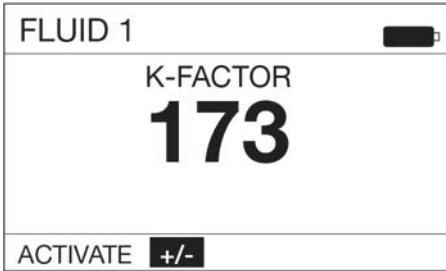

图 65
2. 使用键盘上的右箭头按钮高亮显示 +/-，然后按键盘上中央的 ENTER 按钮选择 +/- 选项（图 65）。
**注意：**选择此屏幕上的 GO BACK（返回）功能，将显示屏回到上一屏幕（如图 65 所示）。